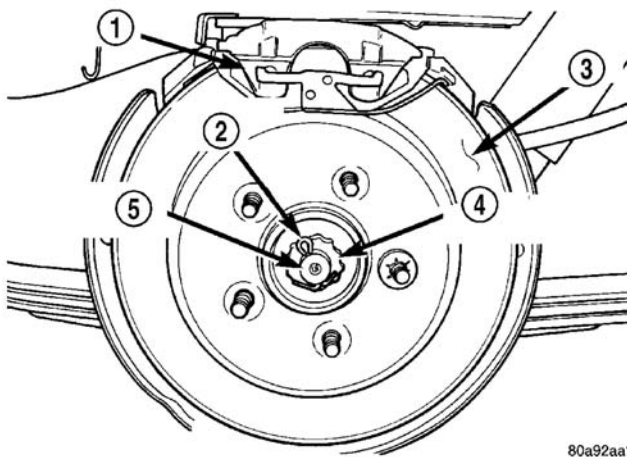

图 18 开口销和锁紧螺母
- （13）在外等速万向节的短轴上安装弹簧垫圈（图 18）。